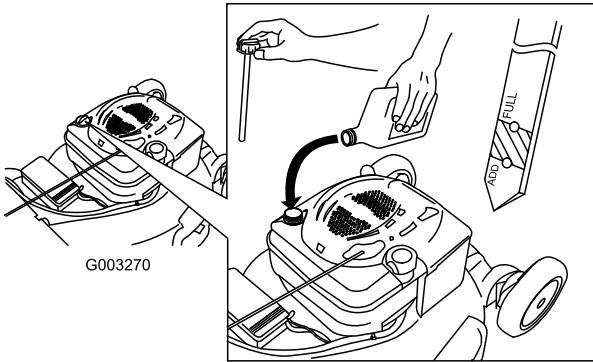

Figure 12
1. Retirez la jauge, essuyez-la sur un chiffon et remettez-la dans le goulot de remplissage (Figure 12).
2. Sortez de nouveau la jauge et contrôlez le niveau d'huile (Figure 12). Si le niveau n'atteint pas le repère minimum (Add) de la jauge, versez lentement suffisamment d'huile dans le goulot de remplissage pour faire monter le niveau au repère maximum (Full). **Ne remplissez pas excessivement.** (Remplissage max. : 0,59 l (20 oz.), type : huile détergente SAE 30 de classe de service API SF, SG, SH, SJ, SL ou supérieure.)